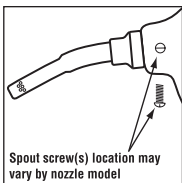

Figure 34
✓ Verify that the spout retaining screws (12VW and 14VI only) are present and tight. Tighten if necessary. (See Figure 34)
✓ Controle que todos los tornillos que sujetan el tubo de descarga (12VW y 14VI únicamente) estén ajustados y en su lugar. Ajustelos si es necesario. (Vea la ilustración 34)
- ✓ Verify that the spout retaining screws (12VW and 14VI only) are present and tight. Tighten if necessary. (See Figure 34)
(Ilustración 34)
- ✓ Controle que todos los tornillos que sujetan el tubo de descarga (12VW y 14VI únicamente) estén ajustados y en su lugar. Ajustelos si es necesario. (Vea la ilustración 34)